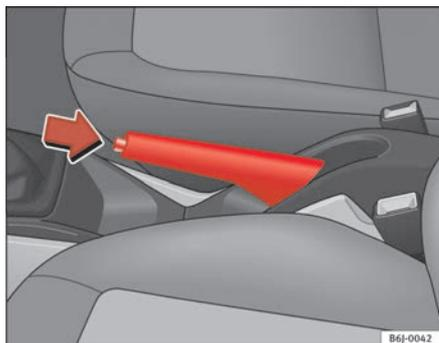

Fig. 101 Travão de mão entre os bancos dianteiros
- Puxar a alavanca do travão de mão com força ⇒ fig. 101.
- Puxar a alavanca um pouco para cima, premir o botão desbloqueador no sentido da seta ⇒ fig. 101 e reconduzir a alavanca do travão de mão totalmente até baixo ⇒ .